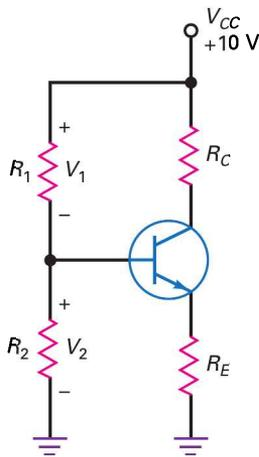

Figure 7.17
La figure 7.17 représente un circuit PDT. Ce circuit est utilisé pour démontrer une règle de conception simplifiée permettant d'obtenir la stabilité du point Q. Cette règle est valable pour la conception de la plupart des circuits PDT même si d'autres techniques de conception sont également utilisées.
En prenant le circuit de la figure 7.17, calculer les valeurs des résistances permettant d'obtenir les spécifications suivantes :
7.8 Avez-vous compris ? Utiliser la méthode simplifiée pour concevoir le circuit PDT de la figure 7.17 avec les spécifications suivantes : $V_{CC} = 10 \, \text{V}$ avec une valeur V_{CE} médiane de $0,5 V_{CC}$, $I_C = 1 \, \text{mA}$, $\beta_{DC} = 70$ à 200. Choisir un diviseur à tension constante.